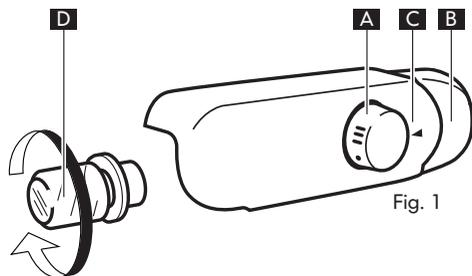

Fig. 1
- Si, además del termostato interno, el aparato también dispone de un panel de control externo con un mando selector, habrá que ajustar las temperaturas de los dos compartimentos por separado. El selector del termostato interior del frigorífico se usa para ajustar sólo la temperatura del compartimento frigorífico (ver fig. 1); el panel externo se usa para ajustar la temperatura del congelador.